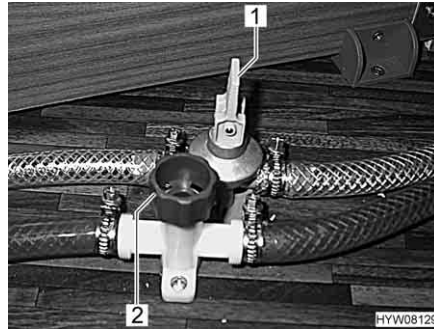

Fig. 141 Robinets de vidange
- Fermer tous les robinets de vidange pour chauffe-eau. Pour cela, mettre le levier à bascule (Fig. 141,1) à l'horizontale et faire tourner le capuchon (Fig. 141,2) dans le sens des aiguilles d'une montre.
- Ouvrir tous les robinets de vidange pour chauffe-eau. Pour ce faire, placer le levier à bascule (Fig. 141,1) à la verticale et faire tourner le capuchon (Fig. 141,2) dans le sens inverse des aiguilles d'une montre.